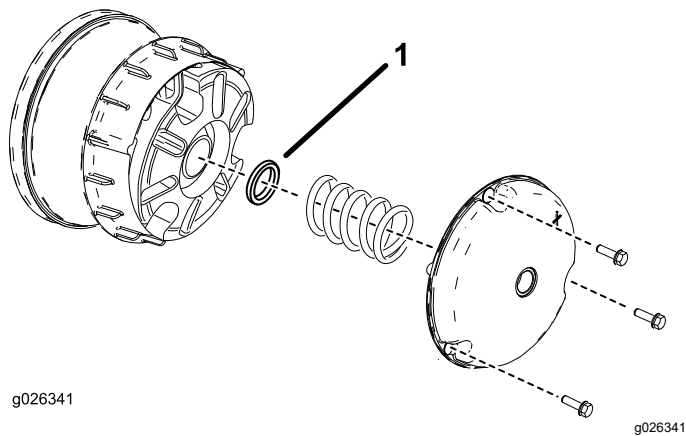

Figura 64
- Retire los pernos que sujetan la tapa del embrague primario, como se muestra en la Figura 64.